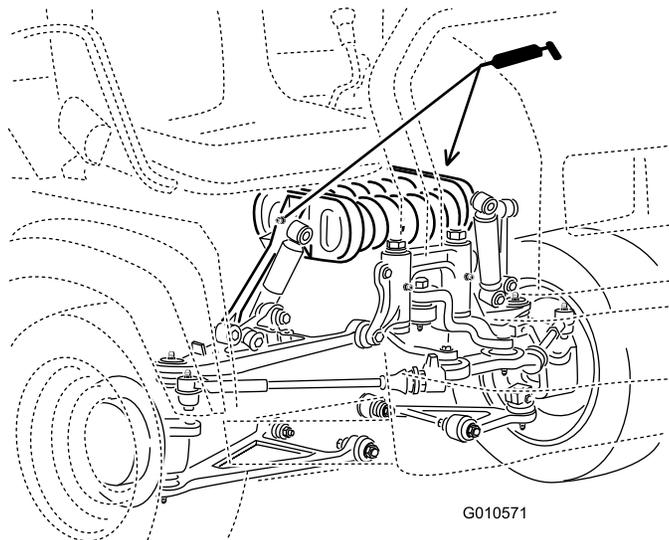

Рисунок 37
- Стойка рессоры (2 шт.); см. Рисунок 37